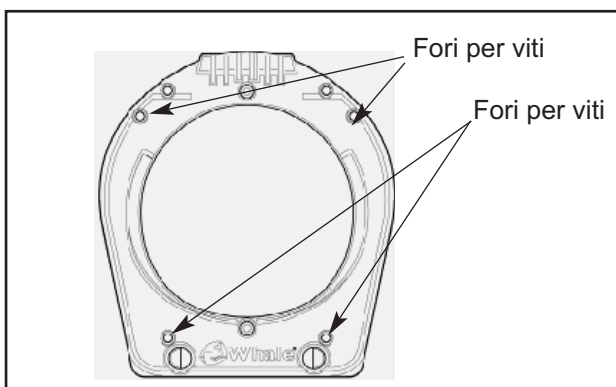

Fig.5 Vista delle posizioni di montaggio senza maniglia
4. Aprire la maniglia e contrassegnare la posizione dei 4 fori per le viti di fissaggio sulla paratia (vedere fig. 5). **Nota:** la pompa deve essere montata con 4 viti.